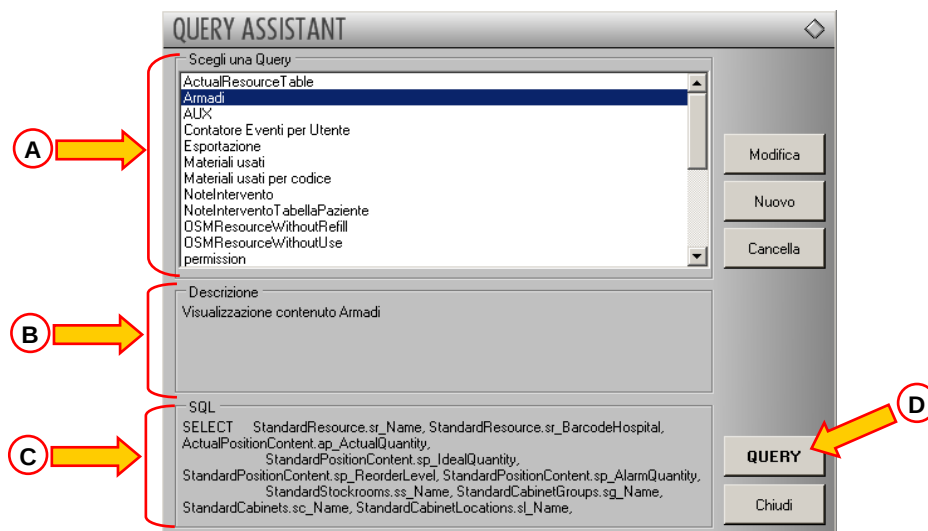

Fig 41 - Selezione query "Armadi"
Il nome apparirà evidenziato (Fig 41 **A**).
Apparirà, nell'area "Descrizione" (indicata in Fig 41 **B**) una descrizione testuale della *query*.
Nell'area "SQL" (indicata in Fig 41 **C**) apparirà il contenuto della *query* in linguaggio SQL (Structured Query Language).
- cliccare il pulsante **QUERY** presente sulla finestra in basso a destra (Fig 41 **D**).